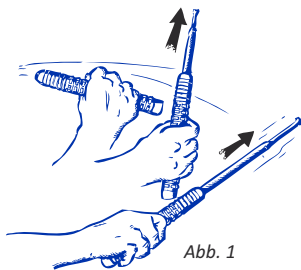

Abb. 1
2. **Schwingen Sie den Schlagstock** leicht diagonal nach unten, horizontal oder diagonal nach oben mit einer solchen Geschwindigkeit, dass die Teleskoprohre herausgleiten und gleichzeitig fest ineinander rasten – *siehe Abb. 1*. Je schneller der Abwehrstock herausgefahren wird, desto fester hält er im herausgefahrenen Zustand, kann jedoch aber schwieriger wieder geschlossen werden.